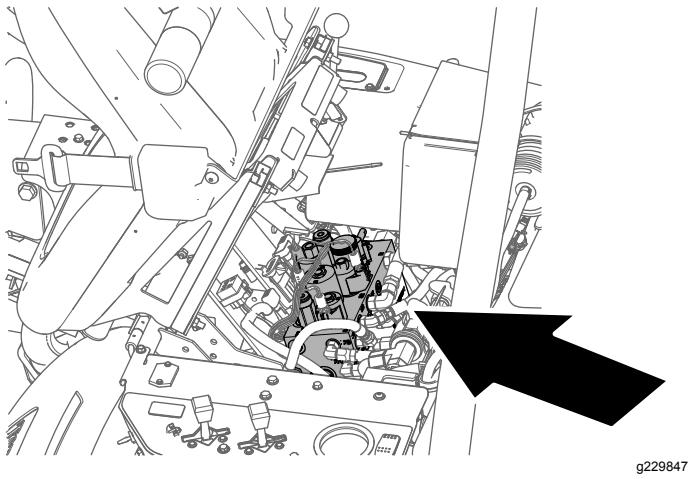

Figura 52
2. Inclinete in avanti il sedile dell'operatore e sostenetelo con l'asta di supporto (Figura 52).